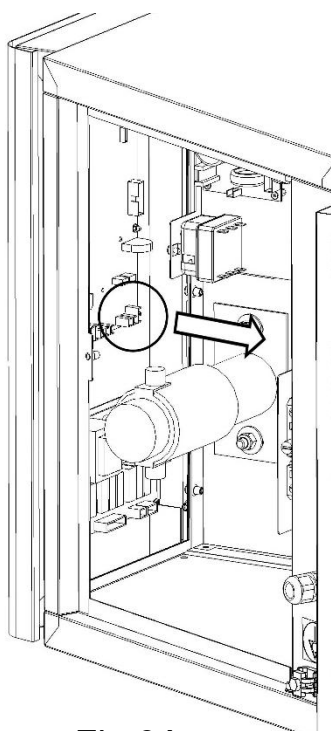

Fig.9A
- 3.Desconectar las conexiones eléctricas a la placa base (Fig. 9A).